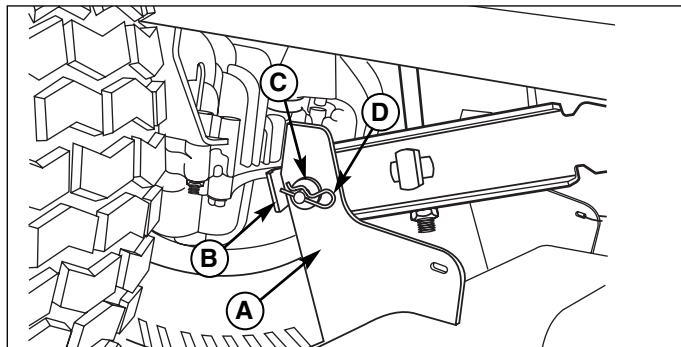

Figura 4. Bracci di sollevamento (vista dal lato destro in basso del trattore)
2. Bloccare la leva di disinnesto della trasmissione nella posizione di disinnestata tirandola indietro di circa 6,4 cm (Figura 4).
4. Togliere il perno (D, Figura 4) e la rondella (C). Scollegare le piastre di sollevamento del tagliaerba (A) dai bracci di sollevamento del trattore (B). Reinstallare le rondelle (C) ed i perni (D) per impedirne la perdita.
4. Reinstallare i perni (D, Figura 4) e le rondelle (C) nelle piastre di sollevamento del tagliaerba (A) ed i bracci di sollevamento del trattore (B).